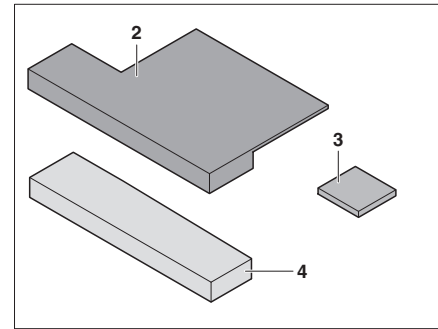

Bild 157 Zusatzpolster
- Sitzkeil (Bild 157,3) an Zusatzpolster (Bild 157,2) anbringen (mit Klettverschluss).